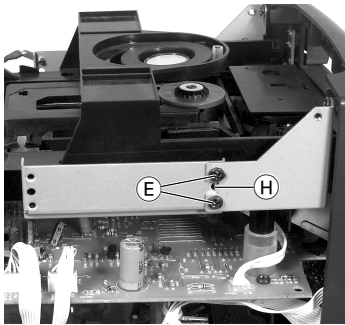
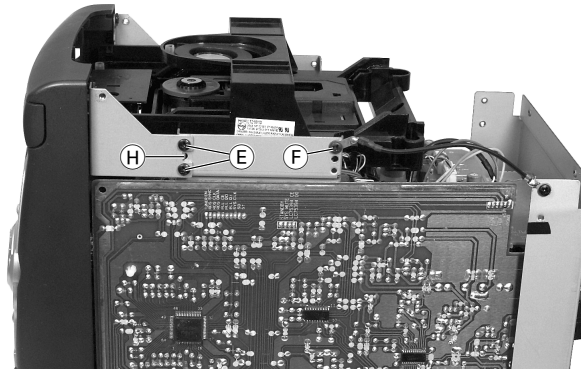
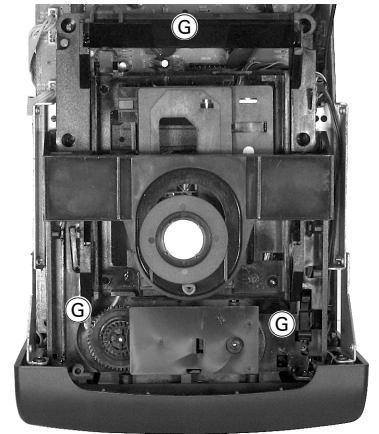

Fig. 7
Fig. 8
Fig. 9
- 4 Schrauben **E** (Fig. 7, 8), Schraube **F** (Fig. 8) und 3 Schrauben **G** (Fig. 9) herausschrauben.
- 2 Rastnasen **H** austrasten (Fig. 7, 8).
- 4 Schrauben **E** (Fig. 7, 8) und Schraube **M** (Fig. 16) herauschrauben.
- 2 Rastnasen **H** (Fig. 7, 8) und 2 Laschen **N** (Fig. 17, 18) ausrasten.
- Undo 4 screws **E** (Fig. 7, 8) and screw **M** (Fig. 16) .
- Disengage 2 catches **H** (Fig. 7, 8) and 2 hooks **N** (Fig. 17, 18).